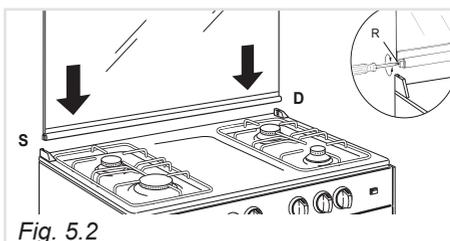

Fig. 5.2
- nella sede destra deve essere montata la cerniera con la stampigliatura "D" mentre nella sede sinistra la cerniera con la stampigliatura "S" (Fig.5.2)
Chiudere il coperchio e controllare la corretta bilanciatura; aprendolo a 45° dovrebbe rimanere sospeso. Eventualmente registrare la taratura delle molle delle cerniere ruotando le viti "R" in senso orario (fig. 5.2).